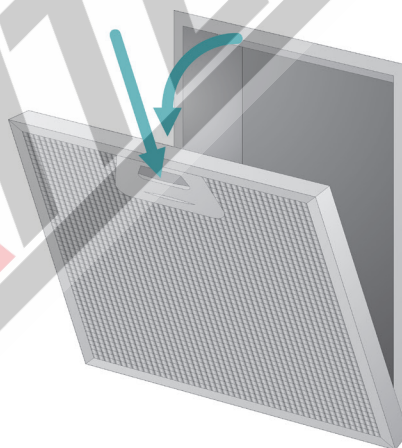

Рис. 12 Снятие алюминиевого жирулавливающего фильтра
1. Нажмите на защелки на жирулавливаемом фильтре и снимите фильтр. (Рис. 12)